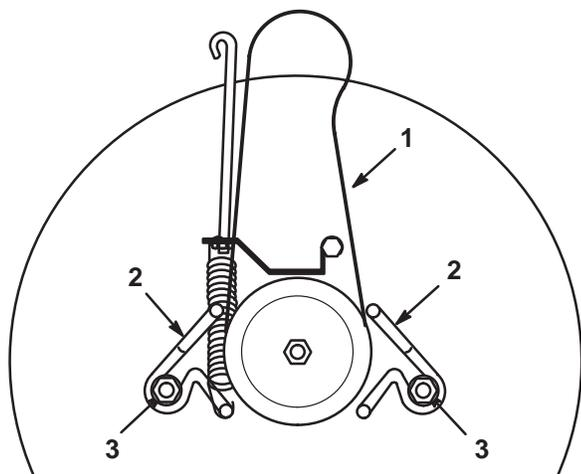

Figure 43
2. Desserrez les boulons de montage des guide-courroie et écartez ceux-ci de la poulie (Fig. 43).
1. Installez la nouvelle courroie d'entraînement autour de la poulie et dans les guide-courroie (Fig. 43).
2. Réglez les guide-courroie pour qu'ils se trouvent à 3 mm de la poulie. Serrez les boulons de montage (Fig. 43).